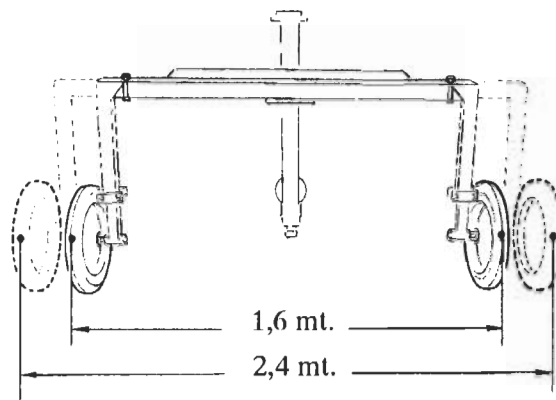

fig. 1
- 3) regolare l'altezza del carrello in modo che la slitta possa toccare uniformemente il terreno (fig.1). Per i carrelli equipaggiati con la 5° ruota registrare i bracci in modo che la base dell'irrigatore lavori orizzontale;
- 3) adjust the trolley height so that the frame is flat on the ground (fig.1). For 5 wheeled trolleys adjust the drop legs so that the rain gun works horizontally.